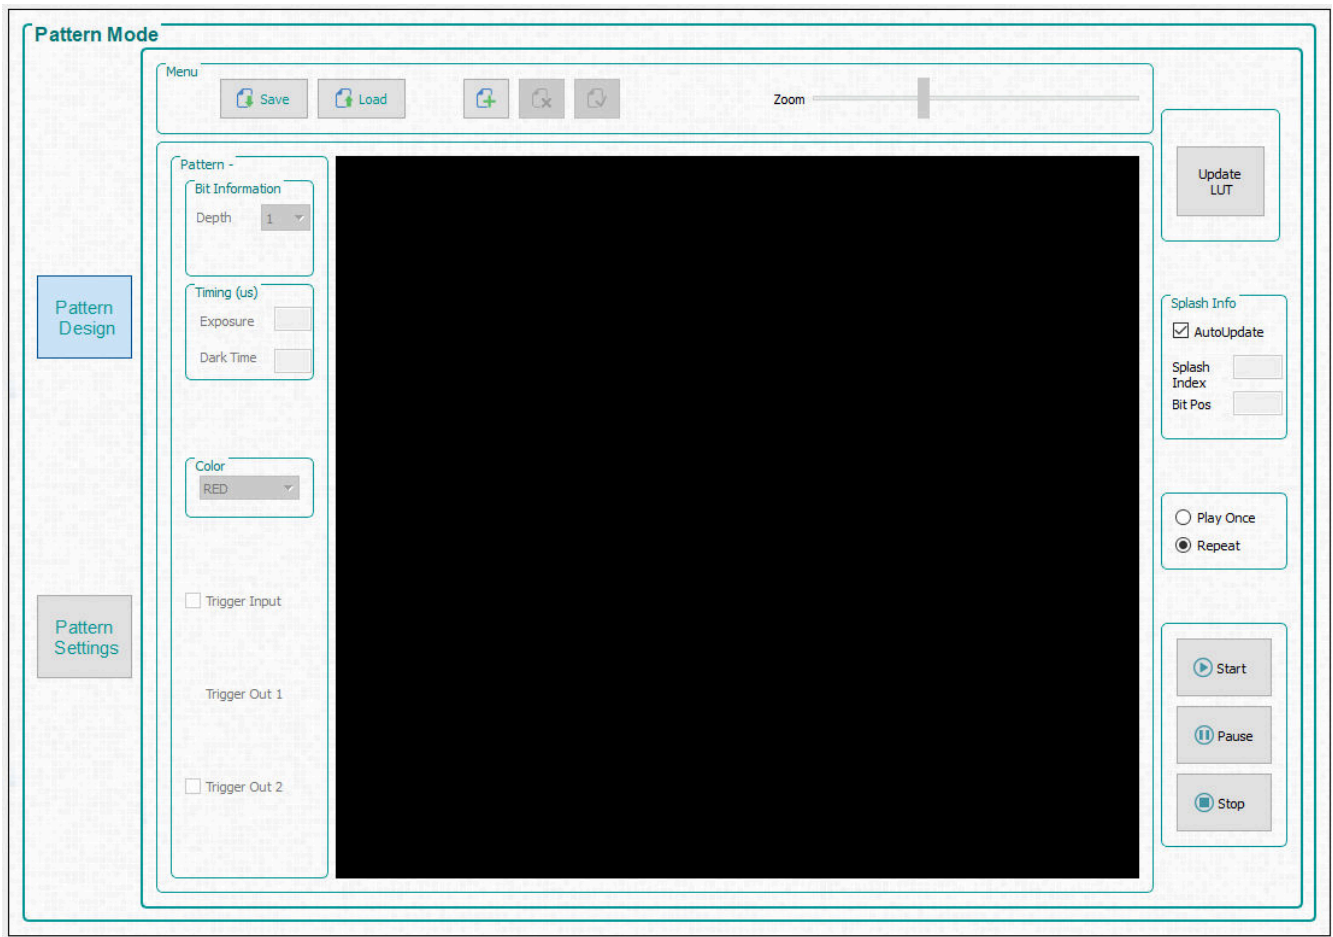

图 3-1. 图案模式面板
1. 从 *Operating Mode* 编组框中选择 *Pattern On-The-Fly Mode*，然后点击 *Pattern Design* 按钮，这时会如图 3-1 所示显示面板。